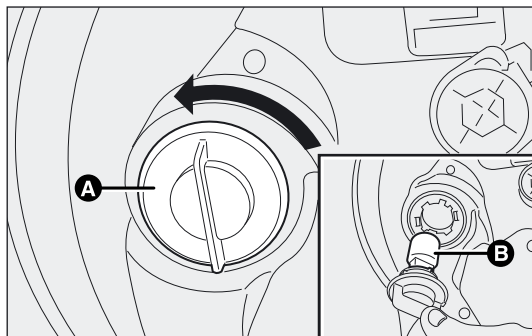

fig. 167
- ☐ draai de lamphouder A-fig. 167 aan het betreffende lipje linksom en verwijder hem;